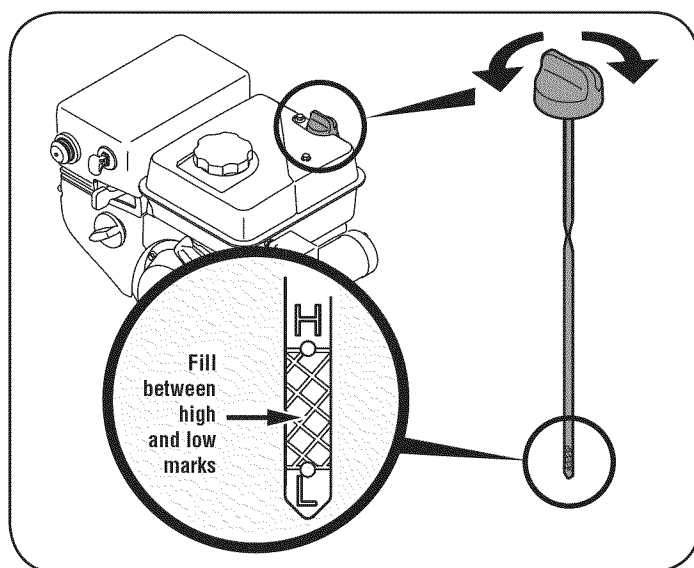

Figura 13
- Retire el tapón de llenado de aceite. Si el nivel está bajo, agregue aceite lentamente hasta registros de nivel del aceite entre alto (H) y bajo (L). Vea la Figura 13.